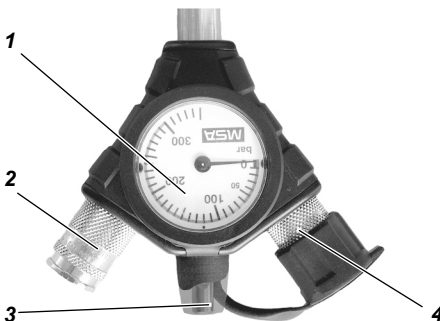

Abb. 3 Manometer mit Verteilerstück
Am Ende der Mehrkammerleitung ist das Manometer mit Verteilerstück (→ Abb. 3) angeschlossen. Dieses besteht aus dem Manometer (1) selbst, der Kupplung für den Lungenautomaten (2) sowie einer akustischen Warneinrichtung (3) (Signalpfeife). Diese gibt beim Absinken des Flaschendrucks unter 55 ± 5 bar ein kontinuierliches Warnsignal ab. Der Zweitanschluss (4) dient zum Anschließen eines zweiten Lungenautomaten (z. B. Rettungsset).